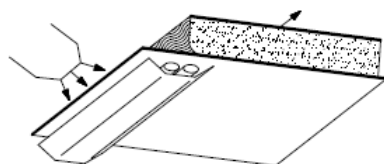

Рисунок 11
**ТЕХНОЛОГИЧЕСКАЯ ОПЕРАЦИЯ 4:** На третьем участке линии нанесённый слой клея ПВА просушивается горячим воздухом, чтобы удалить из него содержащуюся воду и подготовить (расплавить) его для последующего формования. Одновременно с этим пластик нагревают ультракрасной лампой, чтобы подготовить его для дальнейшего процесса формования, т.е. сделать более пластичным (см. рис. 11).